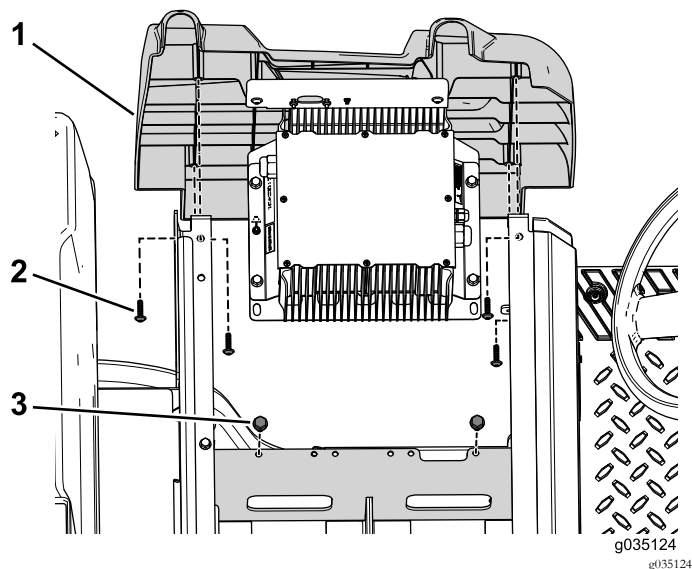

Figura 56
4. Remova os dois parafusos que fixam o suporte do carregador ao tabuleiro da bateria (Figura 56).
5. Remova os quatro parafusos autorroscantes que prendem a cobertura do lado esquerdo à máquina (Figura 56).